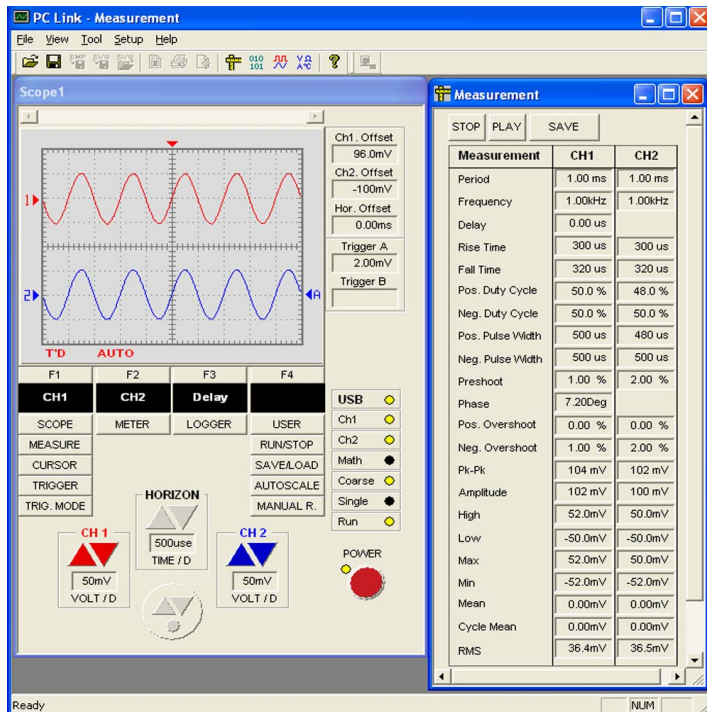

図 13 データ測定ウィンドー
- 2 図 13 で示すように、データ測定ウィンドーが現し、チャンネル 1(CH1) が 22 個の自動測定データで表示し、チャンネル 2(CH2) がリアルタイムに表示します。